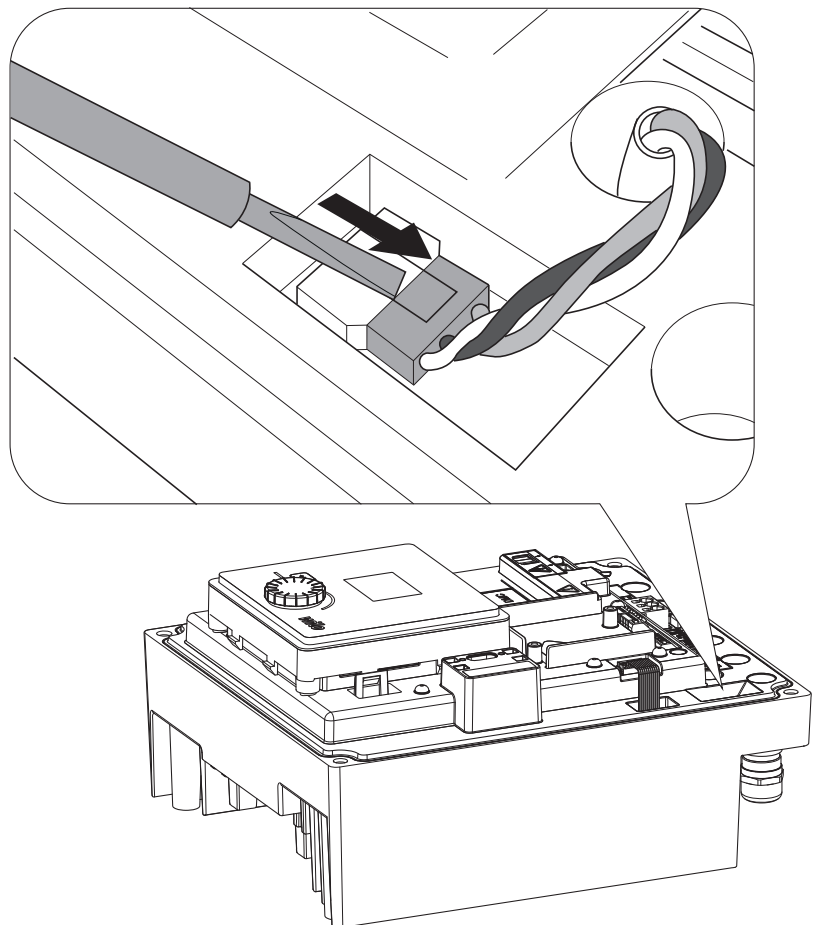

Fig. 46: Moduulituulettimen liitäntäkaapelin irrotus
- Vedä moduulituulettimen liitäntäkaapeli irti. (Fig. 46).